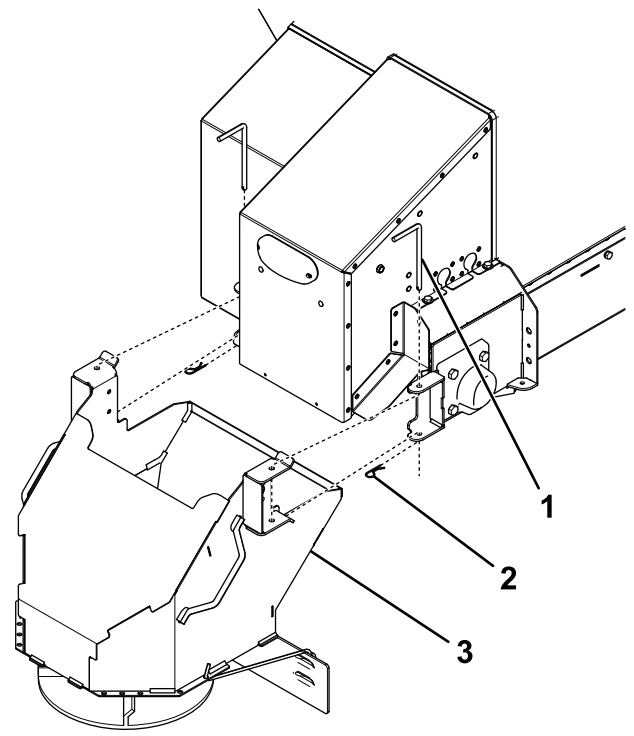

Figure 11
1. Déposez les goupilles fendues et de verrouillage du distributeur et conservez-les (Figure 11).
2. Montez le distributeur sur l'épandeur et fixez-le au moyen des goupilles fendues et de verrouillage retirées précédemment (Figure 11).